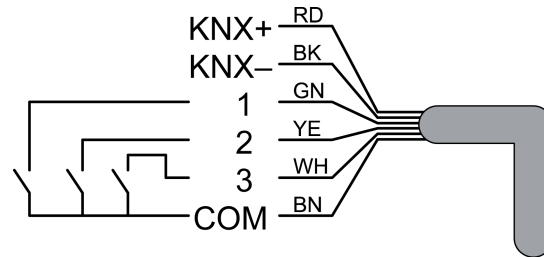

Bild 4
- Anslut ev. potentialfria kontakter (6) till ingångarna (bild 4).